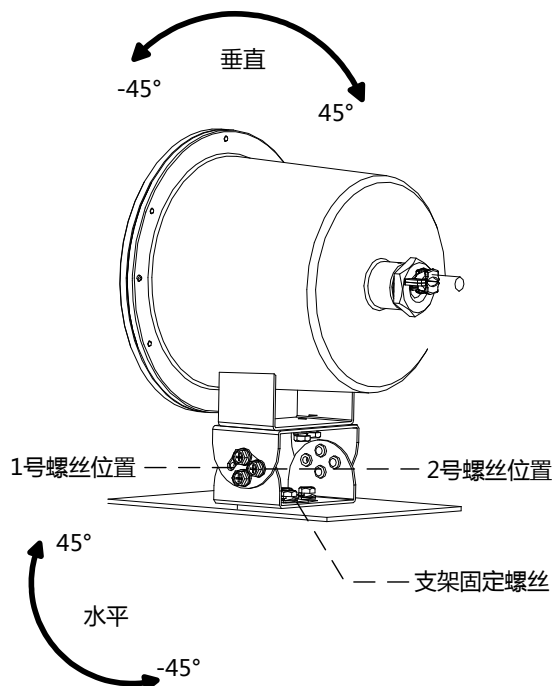

图2-4 角度调节
- 垂直方向 -45° ~ 0° 调节：拧松（不拧出）垂直方向上和图 2-4 所示 2 号螺丝位置的 3 颗螺丝，拧出图 2-4 所示 1 号螺丝位置的螺丝，调节至合适的角度后，拧紧垂直方向上和图 2-4 所示 2 号螺丝位置的 3 颗螺丝。
- 垂直方向 0° ~ 45° 调节：拧松（不拧出）垂直方向上和图 2-4 所示 1 号螺丝位置的 3 颗螺丝，拧出图 2-4 所示 2 号螺丝位置的螺丝，调节至合适的角度后，拧紧垂直方向上和图 2-4 所示 1 号螺丝位置的 3 颗螺丝。